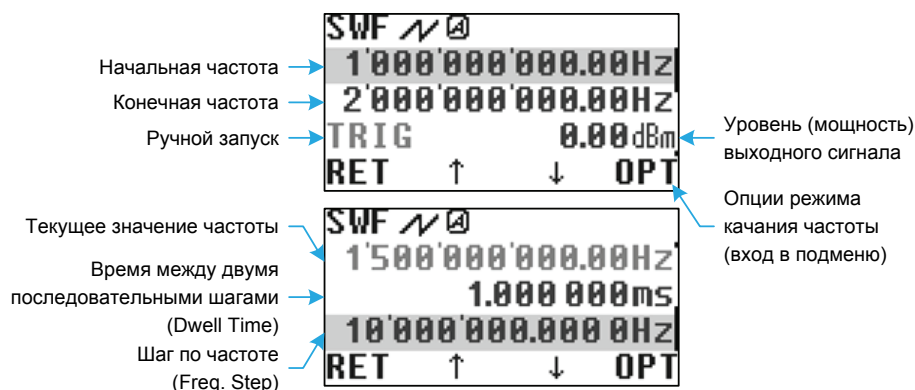

Рис. 13: Режим качания частоты (Operation Modes▷ Sweep Frequency)
Режим качания частоты (Sweep Frequency, SWF) имеет следующие параметры (рис. 13):
- Manual – ручной, осуществляется командой TRIG из меню (рис. 13);
- Dwell Time – под-меню дублирует соответствующий пункт меню на рис. 13;
- Frequency Step – под-меню дублирует соответствующий пункт меню на рис. 13;
- $F_1 - F_2$ – в данном режиме первые два поля частот в меню на рис. 13 соответствуют начальной и конечной частоте;
– F_C ± Δ – в данном режиме первые два поля частот в меню на рис. 13 соответствуют центральной частоте и диапазону перестройки (Span).
Для эффективного использования разрядной сетки АЦП предусмотрен входной усилитель с регулируемым коэффициентом (VGA), рис. 6. Графический индикатор, рис. 13, отображает минимальное и максимальное значение оцифрованного сигнала относительно полной шкалы дискретизации (Full Scale).